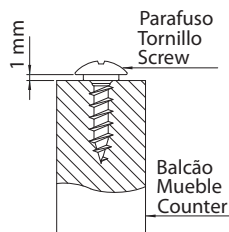

Fig. 5
- Utilize os parafusos fornecidos para a fixação da pia nos locais marcados, e com uma chave de fenda fixe-os, deixando cerca de 1 mm de espaço entre a cabeça do parafuso e a parte de cima do móvel ou balcão (Fig. 5).